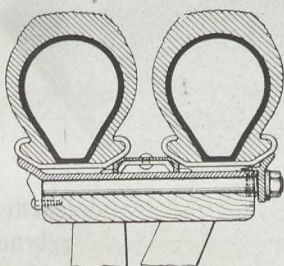

Abb. 98. Continental,
4. Zwillingsreifen (Abb. 98) für die Hinterräder schwerer Personen- oder leichter Lastwagen.